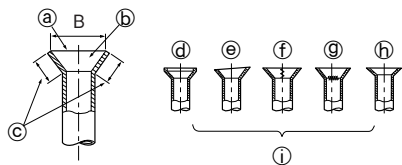

Fig. 5-7
5.2.5. Ελέγξτε τα παρακάτω (Fig. 5-7)